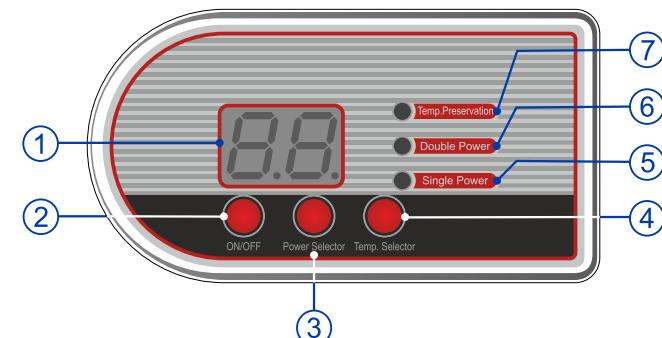

Рис. 2 Электронная панель управления “Вариант 1”
7.1. Модели с электронным управлением по “Варианту 1” (Рис. 2)
У моделей с механическим контролем на панели управления водонагревателя расположены клавиши (I и II) выбора мощности (Рисунок 2, п. 1, 2) со встроенными индикаторными лампами. Включенная клавиша I соответствует мощности 1,3 кВт, обе включенные клавиши соответствуют мощности 2 кВт. Вы можете выбрать ту или иную мощность нагрева, исходя из своих потребностей в количестве горячей воды или в зависимости от сезона.
Рисунок 2: 1 – LCD дисплей, 2 – кнопка “ON/OFF”/ Вкл./Выкл., 3 – кнопка Power Selector/выбор мощности, 4 – кнопка “Temp. Selector”/выбор температуры, 5 – индикация “Single Power”/Стандартная мощность, 6 – индикация “Double Power”/Удвоенная мощность, 7 – индикация “Temp. Preservation” / Поддержание температуры.
У моделей оборудованных электронной панелью по “Варианту 1” с цифровым дисплеем, включение/выключение ЭВН осуществляется левой кнопкой на панели управления “ON/OFF”(Рис. 2, п.2), при этом на дисплее показывается заданная температура нагрева. Через 2,5 секунды после этого на дисплей выводится текущая температура воды в ЭВН. Выбор мощности нагрева осуществляется средней кнопкой “Power selector” (Рис. 2, п.3), на панели управления. Режим 2 кВт сопровождается индикацией контрольной лампы “Double Power” (Рис. 2, п.6), а 1,3 кВт – индикацией контрольной лампы “Single Power” (Рис. 2, п.5).
В процессе эксплуатации ЭВН потребитель может регулировать температуру нагрева при помощи трех сенсорных клавиш, режимы контролируются по информации на дисплее и индикации трех контрольных ламп. Для выбора температуры нагрева необходимо несколько раз нажать правую кнопку “Temp. Selector” (Рис. 2, п.4), на панели управления. Дискретность изменения температуры - 5°C.